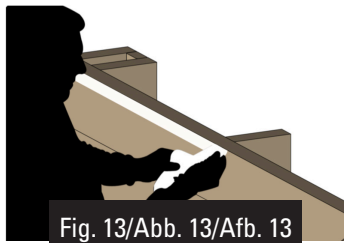

Fig. 13/Abb. 13/Afb. 13
- Kleben Sie das doppelseitige Klebeband, Paneel nach Paneel, auf, indem Sie es am oberen Teil der oberen Bretter ausrichten (Abb. 13). Wenn das Holz ein wenig feucht oder staubig ist, können Sie es mit Sandpapier glätten, um das Anhaften zu erleichtern.